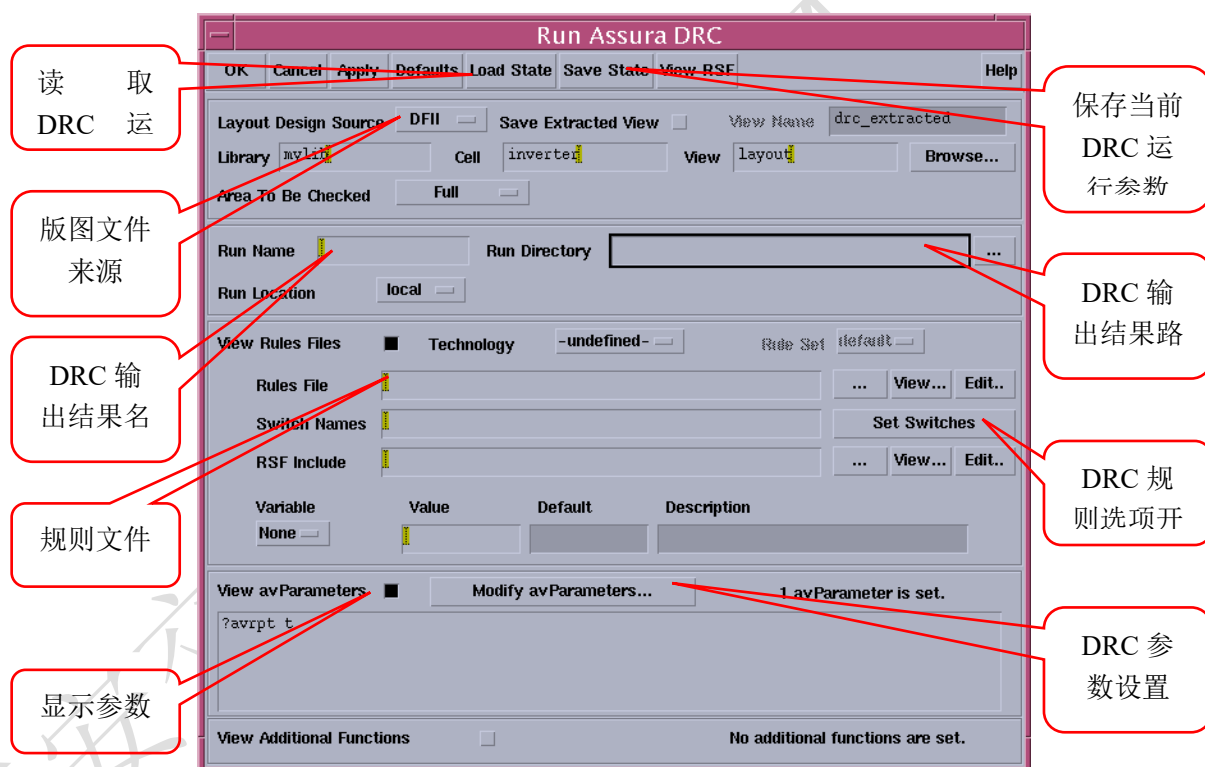

图 7.1 Run Assuro DRC 窗口
①首先我们在工作目录下新建一个目录 DRC，用于存放 DRC 输出文件。
②打开上一章中我们画好的缓冲器版图，从 Virtuoso 菜单栏->Assuro->Run DRC 可以打开 Run Assura DRC 界面，如图 7.1 所示。